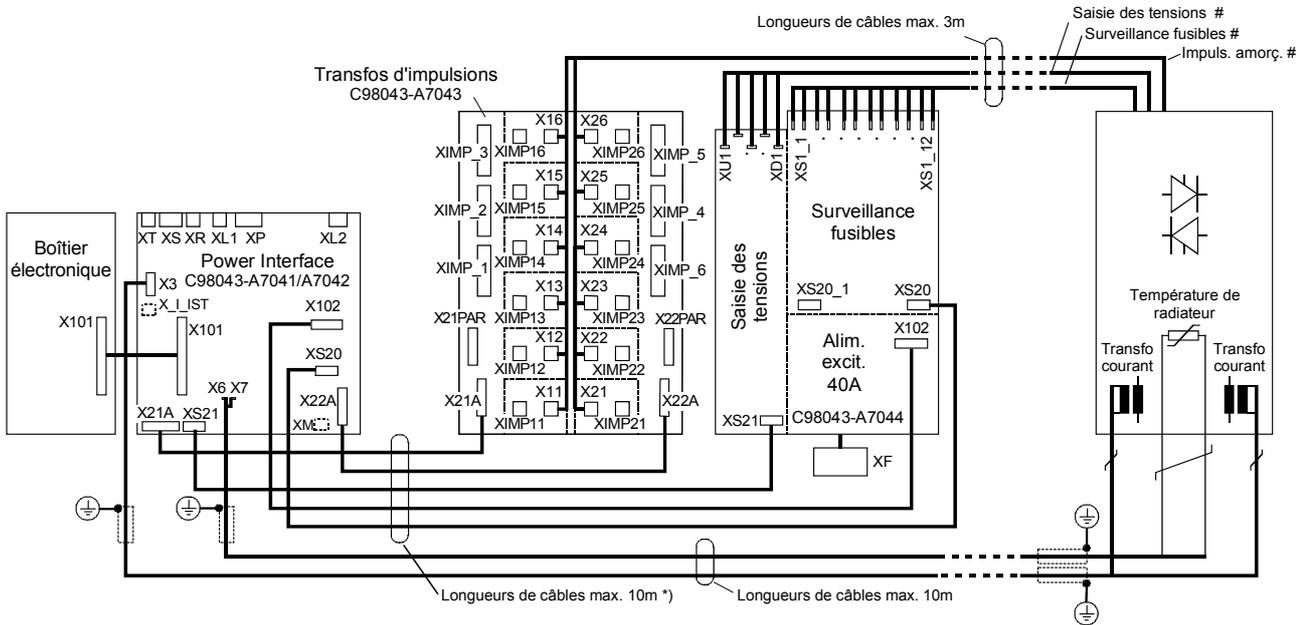

Fig. 6.4.1
1. Demi-boîtier avant et demi-boîtier arrière assemblés l'un sur l'autre ou séparés, cartes C98043-A7043 et C98043-A7044 non divisées (Fig. 6.4.1)